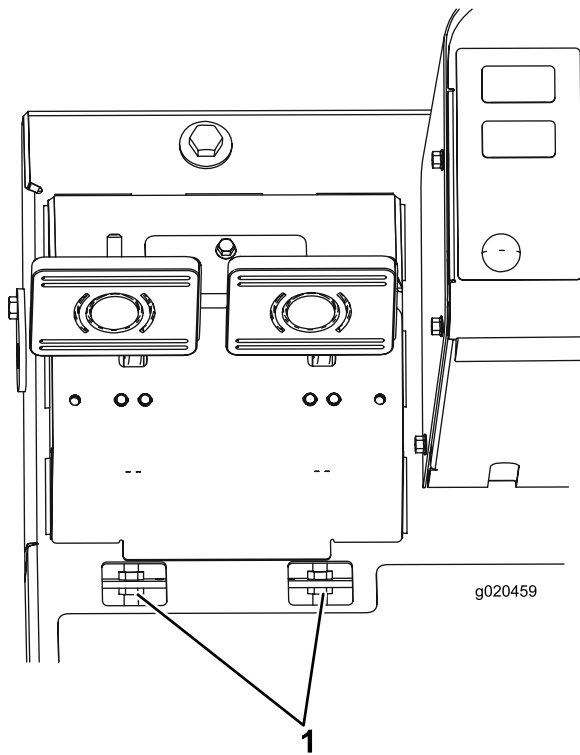

Figure 67
- B. Desserrez l'écrou avant sur l'extrémité filetée du câble de frein (Figure 67).